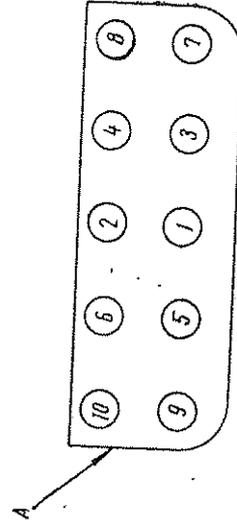

Abb. 3 Reihenfolge des Anzugs der Zylinderkopfmutter.
1. Befestigungsmutter des Zylinderkopfes in der Reihenfolge gemäß Abb. 3 nachziehen. Diese Operation mit einem dem Kraftfahrzeug beigelegten Sonderschraubenschlüssel gleichmäßig und nur am kalten Motor vornehmen. Eine Verlängerung des Schließ-